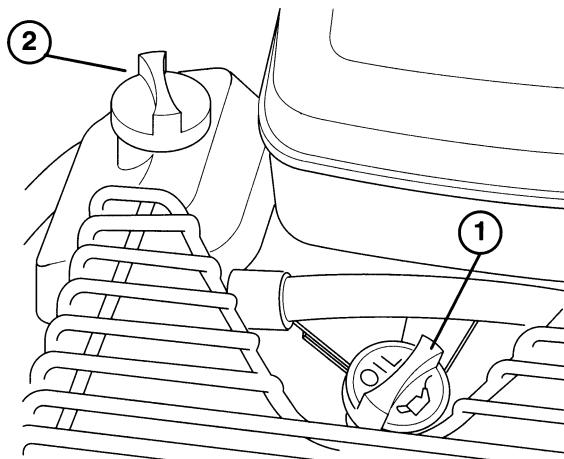

Figure 2
7. Fixer la batterie avec les boulons, le collier, les rondelles et les écrous papillons (Fig. 2).
2. Sortir la jauge de niveau et l'essuyer avec un chiffon propre. Remettre la jauge dans le goulot de remplissage et s'assurer qu'elle est enfoncee au maximum. La ressortir ensuite du goulot de remplissage et vérifier le niveau d'huile (Fig. 2). Si le niveau est bas, ajouter suffisamment d'huile pour faire passer le niveau au repère FULL (maximum) de la jauge.
1. Retirer le bouchon du réservoir de carburant (Fig. 2) et remplir le réservoir de 17 litres jusqu'à environ 2,54 cm de son sommet avec de l'essence sans plomb. Revisser fermement le bouchon du réservoir.